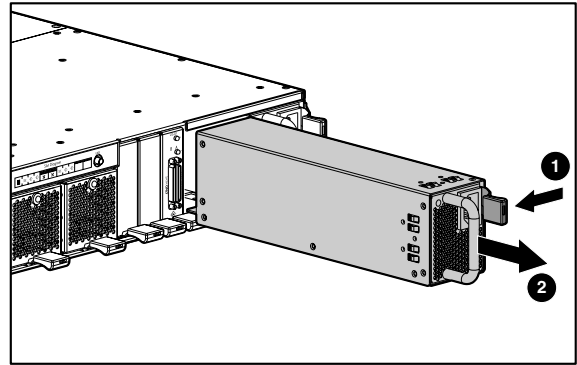

Afbeelding 3: Verwijderen van de ventilatormodule
1. Til de donkerrode vergrendeling van de ventilatormodule omhoog ❶ en trek de ventilatormodule uit de behuizing ❷ zoals weergegeven in Afbeelding 3.